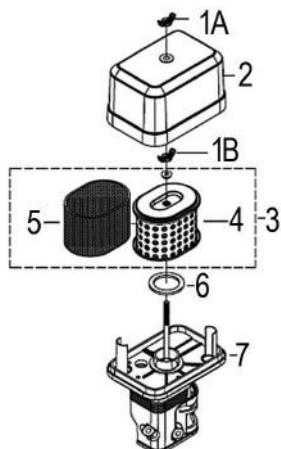

Рис. 15 Обслуживание воздушного фильтра
1. Открутите барашковую гайку 1A и снимите крышку 2 воздушного фильтра (Рис. 15).
2. Открутите барашковую гайку 1B и извлеките из корпуса воздушный фильтр 3 в сборе (Рис. 15).
Поролоновый (предварительный) фильтрующий элемент 5 установлен на корпусе бумажного фильтрующего элемента 4 (Рис. 15).
5. Произведите очистку крышки 2 и корпуса 7 воздушного фильтра (Рис. 15), не допуская попадания пыли и грязи в воздуховод, ведущий к карбюратору.
7. Перед установкой воздушного фильтра убедитесь, что уплотнительное кольцо 6 воздушного фильтра находится на месте и не имеет повреждений (Рис. 15).